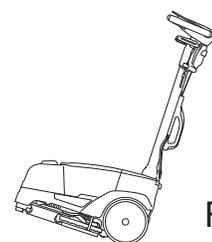

Fig.7
- Inclíne el mango de manera que quede perpendicular a la máquina. Pliegue la máquina hacia atrás (Fig. 7), transporte la máquina en la dirección deseada.